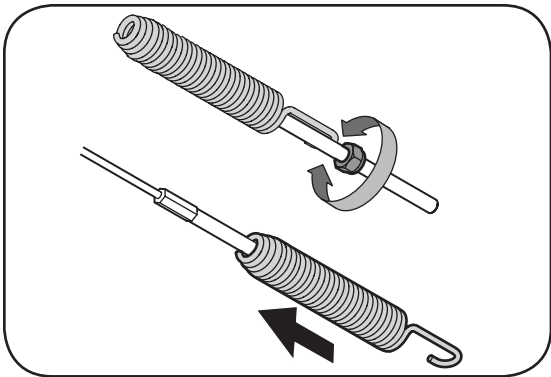

Figure 3-13
- Desserez le contre-écrou qui se trouve sur le câble de la commande de l'entraînement et dévissez le câble d'un tour complet. Voir la Figure 3-13.
- Poussez le raccord du câble dans l'extrémité du ressort pour dégager l'écrou de blocage. Voir la Figure 3-13.